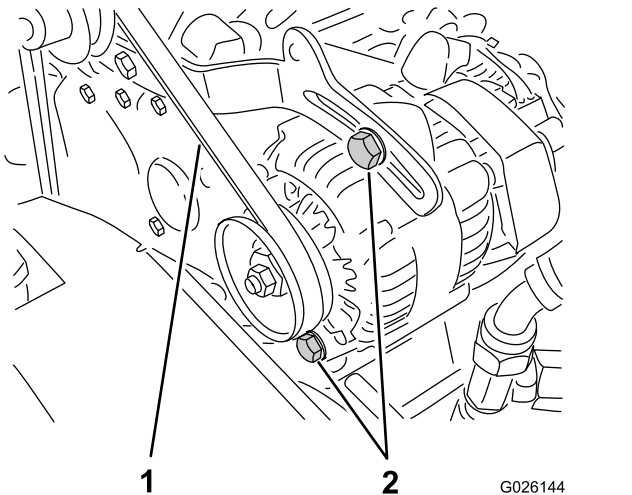

Рисунок 62
2. Проверьте натяжение, надавив на ремень посередине между шкивами коленчатого вала и генератора с усилием 10 кг (Рисунок 62).
- А. Ослабьте 2 болта крепления генератора (Рисунок 62).
В. С помощью рычага поверните генератор до достижения требуемого натяжения ремня, после чего затяните болты крепления (Рисунок 62).